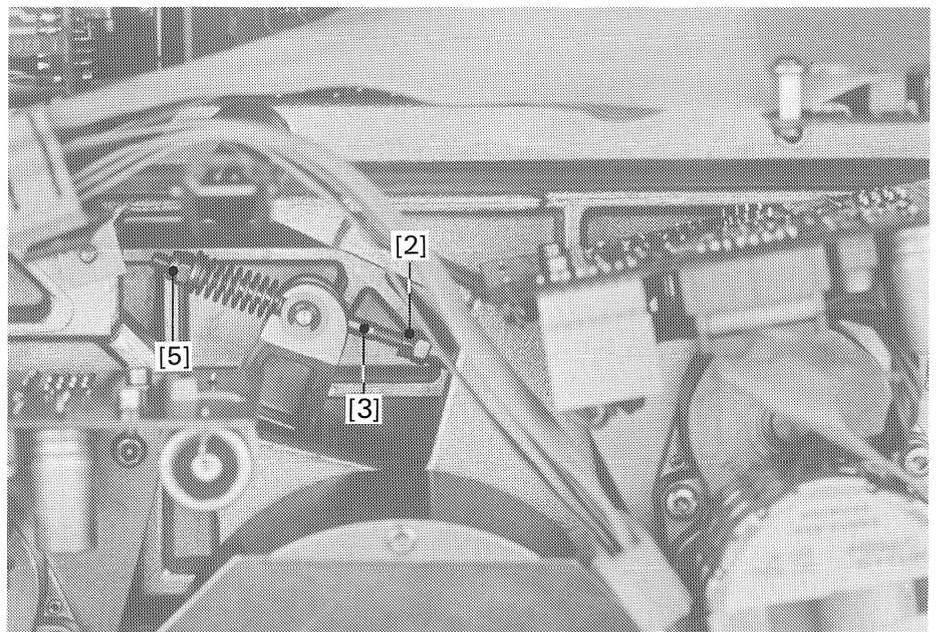

Fig. 25
- Sicherungsmutter [2] (Schlüsselweite 7 mm) siehe Fig. 25 an der Verbindungsstange des Andruckaggregats lösen und die Verbindungsstange [3] drehen, bis ein Abstand von ca. 0,1 mm zwischen der Andruckrollenwelle und der Kopfrägerplatte erreicht ist.
- Siehe Fig. 25, die Einstellmutter [5] (Schlüsselweite 7 mm) des Andruckaggregats ist durch eine Aussparung erreichbar. An der Mutter einstellen, bis der spezifizierte Wert erreicht wird.